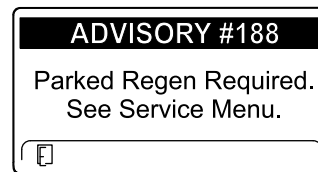

Bild 47
- Eine geparkte Regenerierung ist erforderlich, ADVISORY #188 (Bild 47)